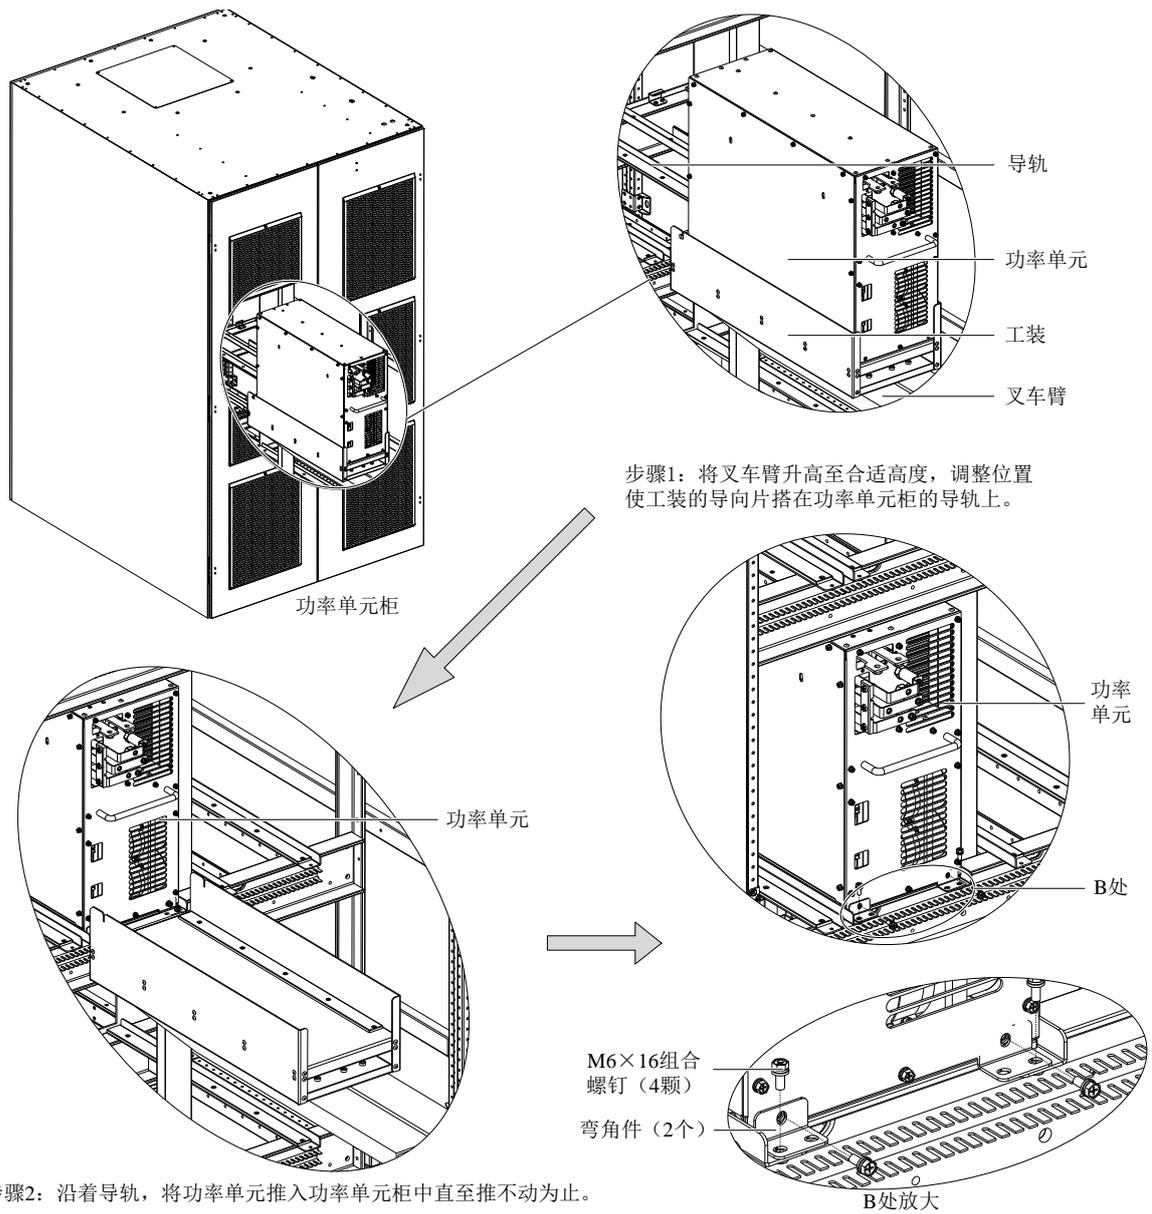

图2-37 安装功率单元
- 2) 用 2 个弯角件和 4 颗 M6×16 组合螺钉将功率单元固定在机柜里，如图 2-37 中步骤 3 所示。
- 2) 通过叉车和工装，将功率单元送入功率单元柜，然后固定功率单元，如图 2-37 所示。